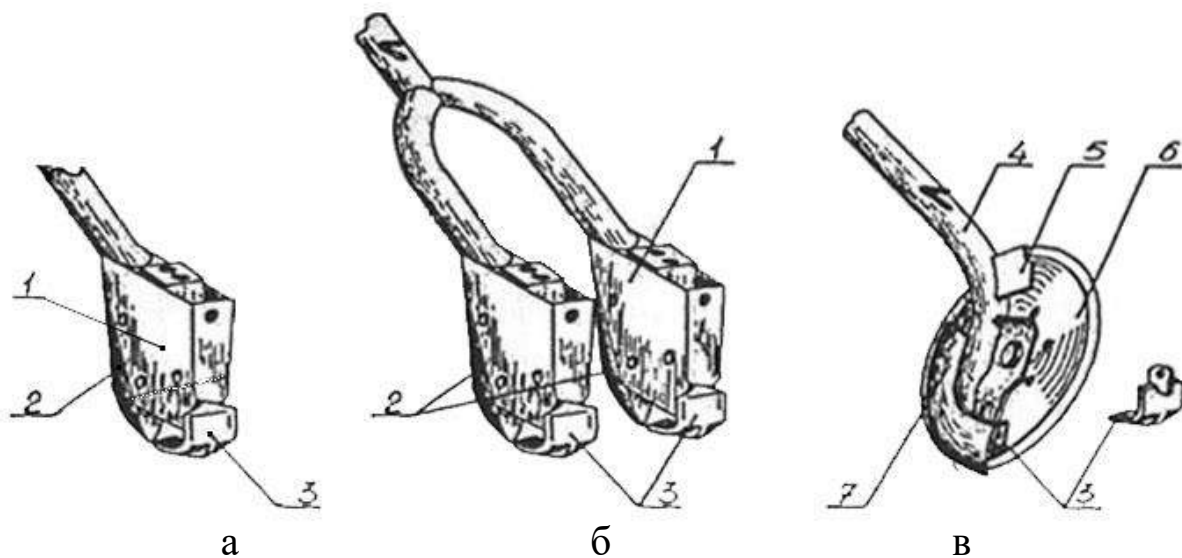

Рис. 3 Типы сошников: а-килевидный (стандартный); б-килевидный-узкорядный; в-дисковый.
2.4.1 Шарнирно к поводкам закреплены в два ряда сошники 11. Сошники бывают трёх типов: килевидные (стандартные - ширина между-рядий 125 мм.), килевидные-узкорядные (ширина между-рядий 62,5 мм.) и дисковые для тяжёлых почв и мульчированных агрофонов (рис. 3). Сошники имеют клапана 3, которые перекрывают выходные